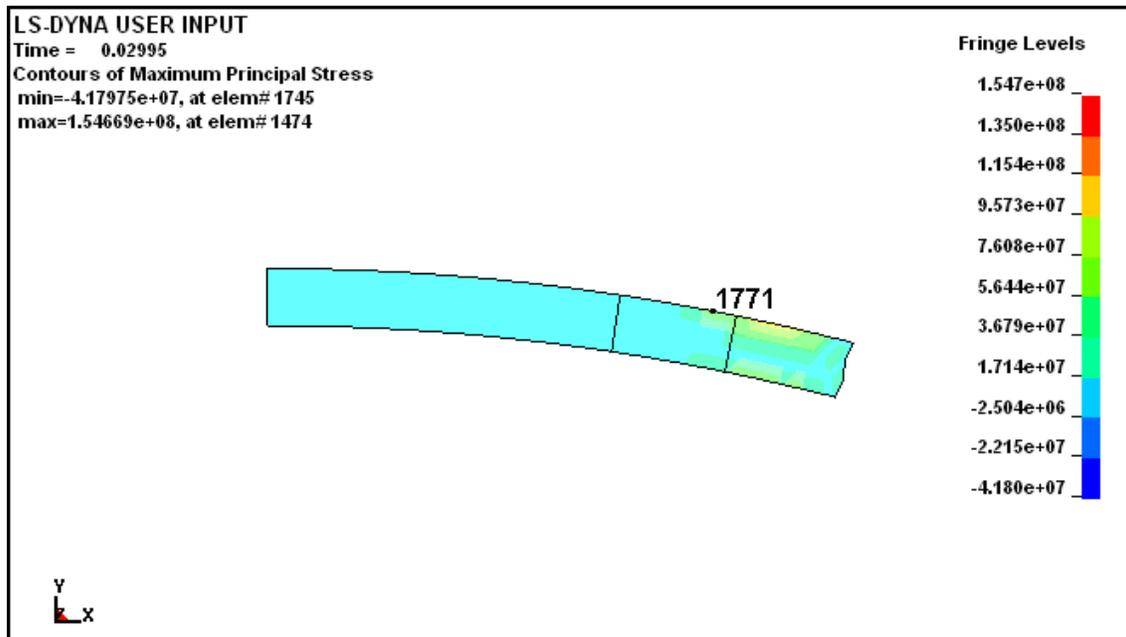

Рисунок 55. Выбор узловой точки для построения графика
- Затем необходимо указать «мышью» узловую точку (Рисунок 55), по изменению напряжений в которой будет строен график.